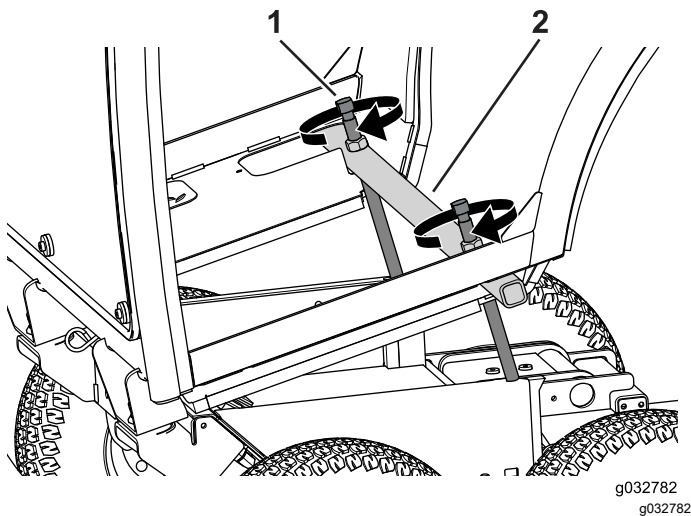

Figure 67
2. Placez la barre de levage transversalement sur le cadre de la cabine (Figure 67).
3. Tournez alternativement chaque vis de levage de quelques tours à la fois jusqu'à ce que la cabine pivote vers l'avant (Figure 67).